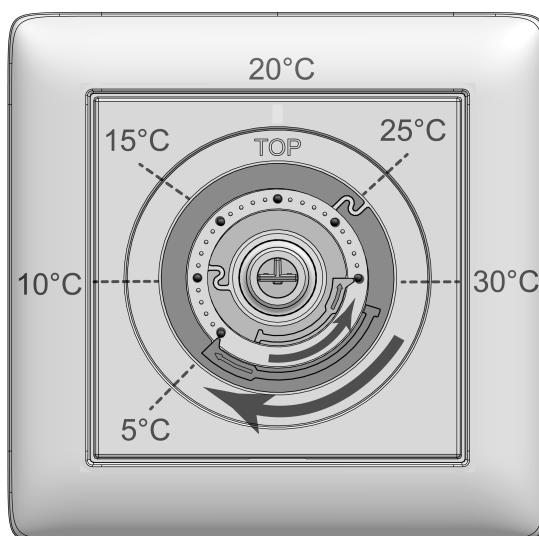

рисунок 4: Установочные кольца для ограничения температуры
В среднем положении прибор регулирует заданную температуру припл. до 20 °С. Минимальная заданная температура составляет припл. 5 °С, а максимальная заданная температура — припл. 30 °С (рисунок 4).
- Отожмите кнопку (4) управления на центральной плате (3), чтобы увидеть установочные кольца (6) (рисунок 4). Отображенные значения температуры на рисунке являются ориентировочными.